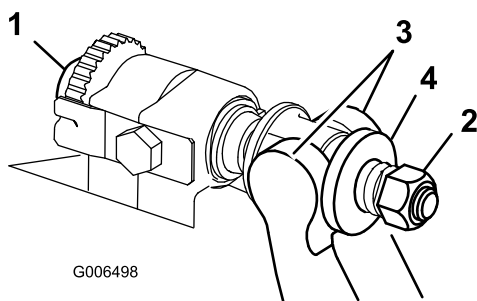

図 32
- ベッド・バー調整ネジ（図 32）を左に回してベッドナイフとリールの接触をなくす。
- スプリング・テンション・ナットをゆるめて、ワッシャがベッドバーを全く押さないようにする（図 32）。